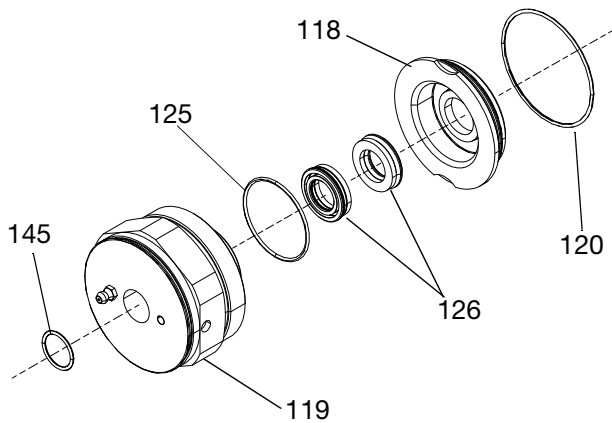

図 23
5. O リング (145) と 2 つのスロートシール (126) にグリースを塗布します。O リング (145) をスロートカートリッジ (119) の最上部の溝に取り付けます。O リング (ポンプモデルに応じて 110 または 125) をスロートカートリッジ (119) のボス端にスライドさせます。最初のスロートシールをスロートカートリッジ (119) に配置し、最初のスロートシールのスプリングがスロートカートリッジ底部を向いていることを確認してください。適切なサイズのソケットまたはダボを使用して、2 番目のスロートシールを、最初のスロートシールに接触するまでスロートカートリッジに押し込みます。図 23 を参照してください。
6. 2 番目のスロートシール (126) をスロートカートリッジ (119) に配置し、スプリング側がスロートリテーナ (118) の方を向いていることを確認してください。適切なサイズのソケットまたはダボを使用して、2 番目のスロートシールを、最初のスロートシールに接触するまでスロートカートリッジに押し込みます。図 23 を参照してください。